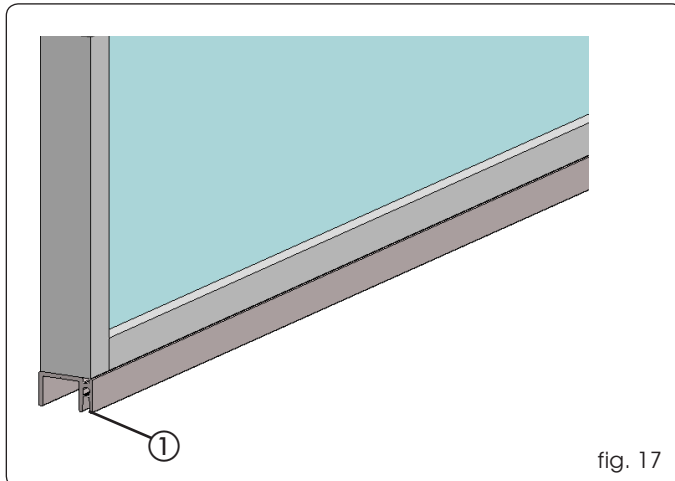

fig. 17
3. Zet, indien voorzien, de borstel in de speciale houder in het schuifprofiel fig. 17 rif. ①.